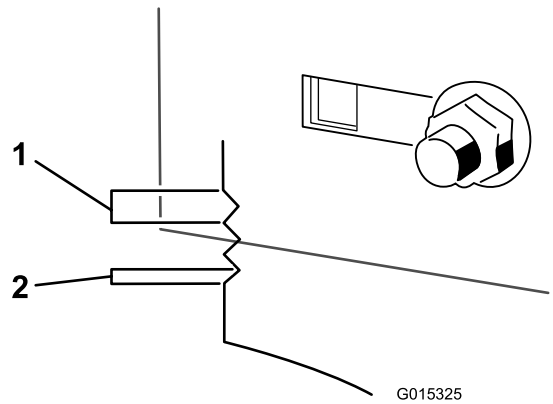

Figura 51
9. Utilice las muescas del soporte soldado para medir la cantidad de ajuste. Cada muesca completa equivale a 0.25 pulgadas, y un solo lado equivale a 0.125 pulgadas (Figura 51). Ajuste la carcasa de corte a la altura deseada.